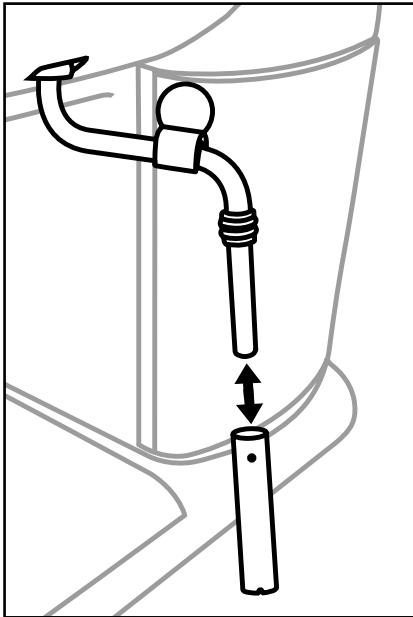

Figura 1
- 5) Scoateți învelișul dispozitivului de spumare a laptelui 10 (figura 1) și curățați-l cu atenție în apă caldă.
- 7) Împingeți la loc învelișul pe duză (figura 1).